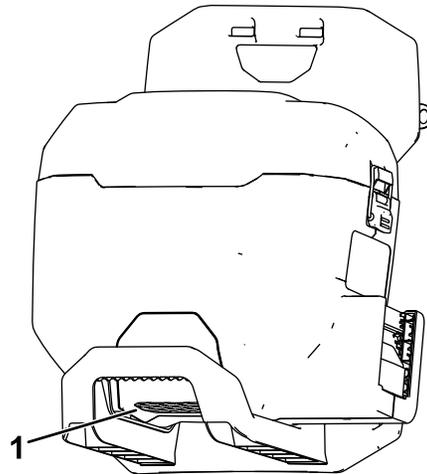

Figura 11
2. Certifique-se de que a ventilação na parte inferior da mochila não tem qualquer sujidade ou detrito (Figura 11).